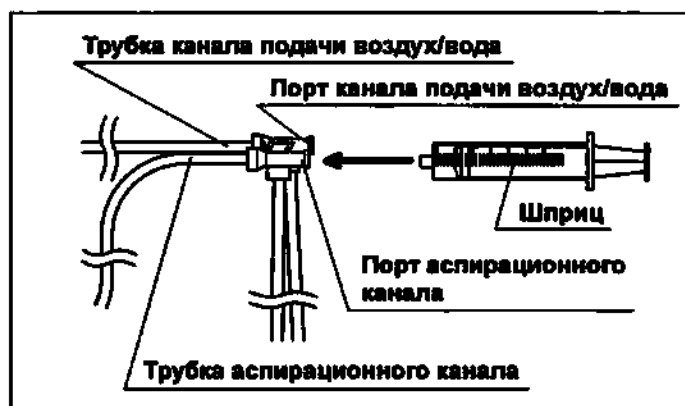

Рис. 5.36
- 12** Присоедините шприц к порту аспирационного канала инъекционной трубки. (см. рис. 5.36)